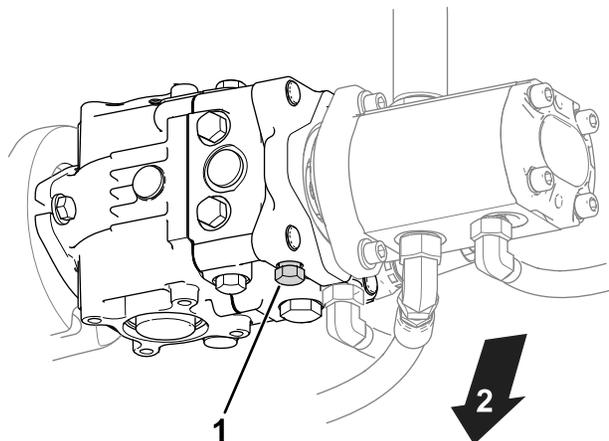

Рисунок 27
1. Найдите перепускной клапан на насосе (Рисунок 27).